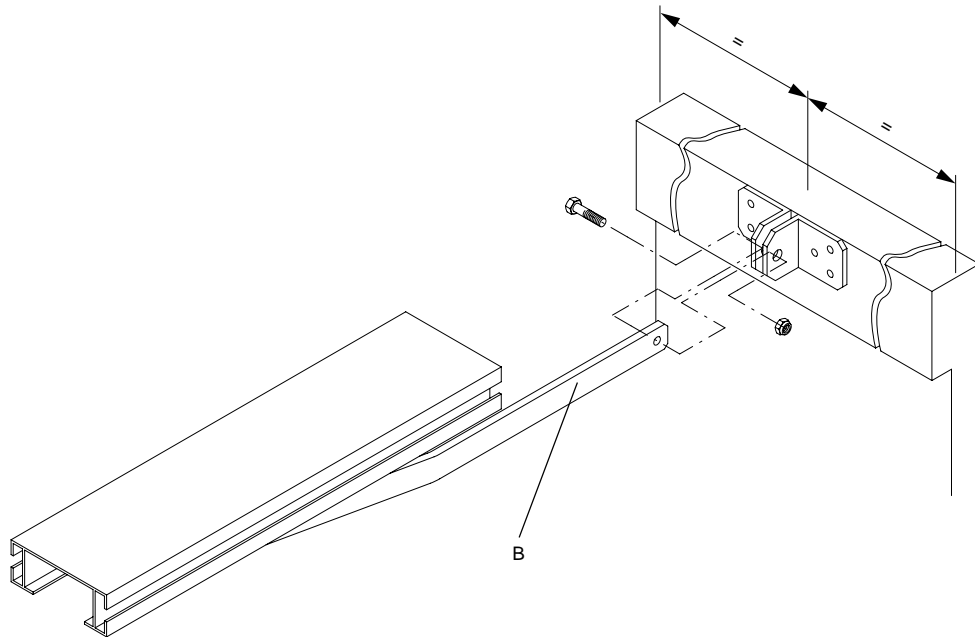

Fig.12
**4.3** Fissare le squadre del braccio guida sulla mezzeria della porta tenendosi a filo dello spigolo superiore (fig. 12).
**4.4** Collegare il braccio di traino B alle squadre tramite la vite ed il dado auto bloccante M6 (in dotazione) evitando di bloccare il braccio stesso (fig. 12).
**4.3** Secure the guide arm squares to the door center line, at the top corner. Fig. 12.
**4.4** Connect the drive arm B to the squares through the screw and the self-blocking nut M6 (included in the supply) without clamping the arm itself (fig. 12).
**4.3** Die Winkelmaße des Führungsarmes an der Mittellinie des Tores befestigen und sich dabei dicht an der oberen Kante halten (Bild 12).
**4.4** Den Zugarm B mit den Winkelmaßen mittels der mitgelieferten Schraube und der selbstsperrenden Mutter M6 verbinden und dabei vermeiden, den Arm zu sperren (Bild 12).
**4.3** Fixer les équerres du bras de guidage sur le milieu de la porte en vous tenant au ras de l'arête supérieure (fig. 12).
**4.4** Fixer le bras de traction B à l'équerre au moyen de la vis et de l'écrou auto bloquant M6 (en dotation) en évitant de bloquer le bras même (fig. 12).
**4.3** Fijar las escuadras del brazo guía sobre el centro de la puerta ajustándose a la arista superior del tubo (fig.12).
**4.4** Acoplar el brazo de tracción B a la escuadra mediante el tornillo y la tuerca autoblocante M6 (suministrada) evitando bloquear al propio brazo (fig.12).